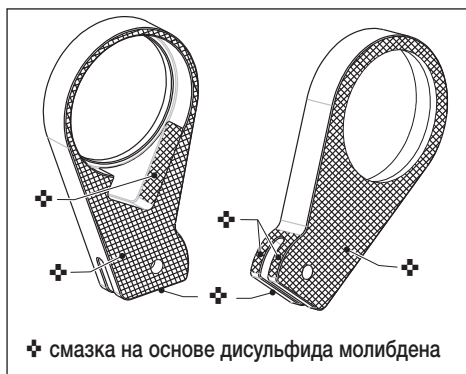

Рис. 18
5.4 Профилактическое техническое обслуживание - Кассета (рис. 18 и 20)